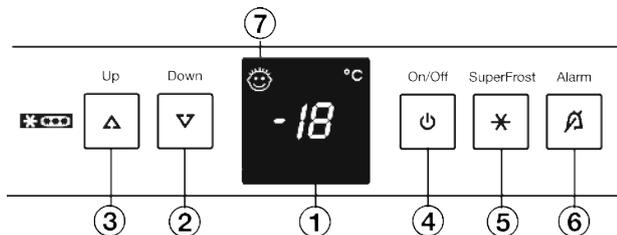

Fig. 2
- нажмите кнопку On/Off Fig. 2 (4).
- Активация режима настройки: удерживайте кнопку SuperFrost Fig. 2 (5) прилб. 5 секунд.
- Кнопкой настройки Up Fig. 2 (3) или кнопкой настройки Down Fig. 2 (2) выберите h.
- Подтвердить: Коротко нажмите кнопку SuperFrost Fig. 2 (5).
- Увеличение яркости индикации: нажмите кнопку настройки Up Fig. 2 (3).
- Уменьшение яркости индикации: нажмите кнопку настройки Down Fig. 2 (2).
- Подтвердить: нажмите кнопку SuperFrost Fig. 2 (5).
- Выход из режима настройки: нажмите кнопку On/Off Fig. 2 (4).